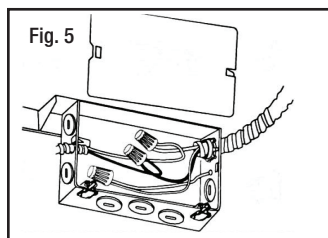

Fig. 5
Metal conduit: Remove appropriate round knock-out(s) and connect conduit to wiring box with proper connector(s) (not included) (Fig. 5).
Step 3. Connect supply wires to wires in fixture wiring box with proper size wire nuts (not included) or push wires into “push-in” connectors (included on select models). Be sure to cover all bare current carrying conductors. Connect white to white; black to black; and green or bare copper wire (from electrical service) to bare copper wire (in wiring box)(Fig. 5).
Câble métallique : Retirez le(s) trou(s) défonçable(s) rond(s) approprié(s) et raccordez le câble à la boîte de câblage avec le(s) connecteur(s) approprié(s) (non compris) (Fig. 5)
Étape 3. Raccordez les fils d’alimentation aux fils de la boîte de câblage de l’appareil d’éclairage avec les capuchons de connexion appropriés (non compris) ou enfoncez les fils dans les connecteurs à écrou capuchon (compris avec certains modèles). Veillez à recouvrir tous les conducteurs nus sous tension. Raccordez le fil blanc au fil blanc, le fil noir au fil noir et le fil vert u de cuivre nu (de raccordement électrique) au fil de cuivre nu (de la boîte de câblage) (Fig. 5)